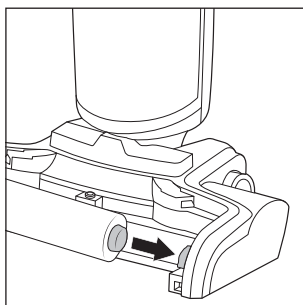

Fig. 39
- ♦ Vuelva a montar el rodillo de cepillos **6** y la protección antisalpicaduras **7** en el aparato; para ello, inserte primero el rodillo de cepillos **6** en el soporte del lado derecho del pie del aparato **3** (consulte la fig. 39).